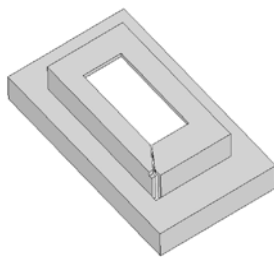

图 7-69 生成切口特征
3) 在“切口”属性管理器中的切口缝隙输入框中输入数值 **0.10mm**，单击“改变方向”按钮，就可以改变切口的方向了，每单击一次“改变方向”按钮，切口方向将切换到一个方向，接着是另外一个方向。单击“确定”按钮, 生成切口特征，如图 7-69 所示。